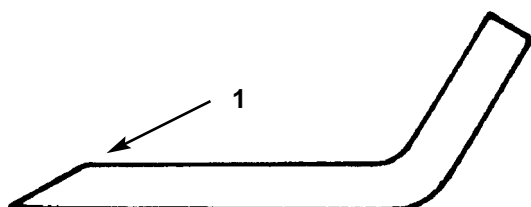

Figure 37
1. Affûter l'arrête tranchante à chaque extrémité de la lame à l'aide d'une lime (Fig. 37). Conserver l'angle d'origine. La lame restera équilibrée si les deux côtés sont limés de la même façon.